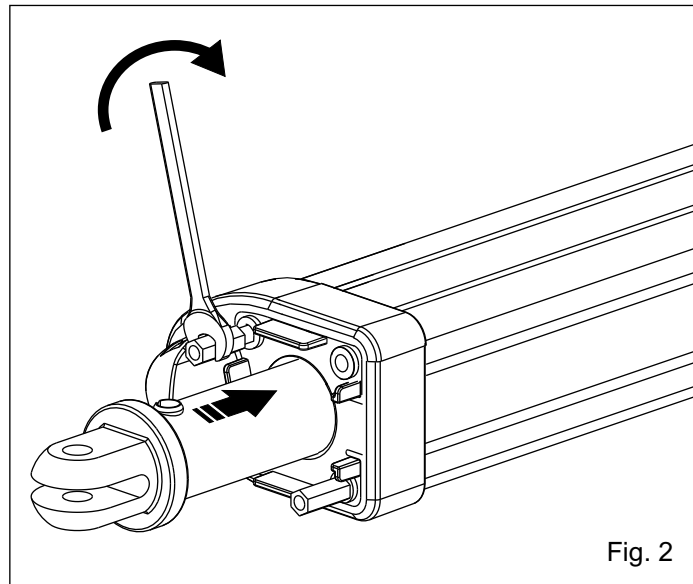

Fig. 2
2. Visser complètement les 2 dés hexagonaux fournis avec la butée mécanique (Fig. 2).